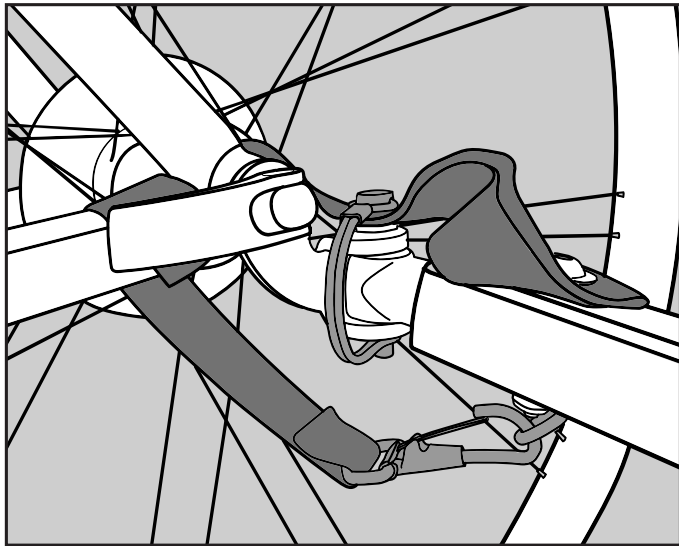

Figure 10
2. Hooking the tow bar to the hitch: Insert flex connector in between the two holes on the hitch. Insert lock pin and close retainer. (Figure 10).
2. Accrochage de la barre de remorquage à l'attelage : Insérez le raccord souple entre les deux trous sur l'attelage. Insérez la goupille de sécurité et fermez le dispositif de retenue. (Figure 10).
2. Ankoppeln der Zugstange an der Anhängerkupplung: Stecken Sie das flexible Verbindungsstück zwischen die beiden Löcher der Anhängerkupplung. Stecken Sie den Sicherheitsstift hinein und schließen Sie die Arretierung. (Abb. 10).